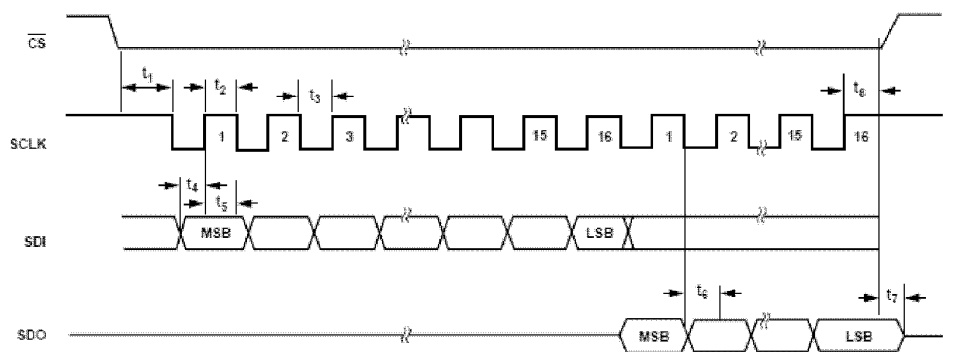

図 2.SPI の詳細タイミング図
7.3.2.Clock-synchronized Serial Interface Timing Characteristics (Fig.2)
(クロック同期シリアルインターフェースタイミング特性) (図2)